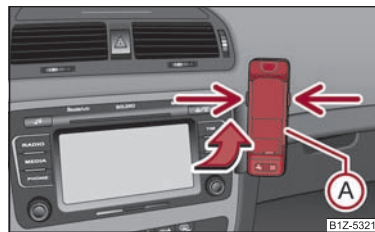

Fig. 122 Adaptare universală pentru telefon
- Împingeți mai întâi adaptorul (A) în sensul săgeții ⇒ fig. 122 în suport. Apăsăți ușor adaptorul pentru a vedea dacă s-a fixat.
- Așezați telefonul în adaptorul (A) (conform instrucțiunilor producătorului). ▶
- Apăsăți simultan elementele de blocare laterale ale suportului și scoateți telefonul cu adaptorul ⇒ pagina 123, fig. 122.